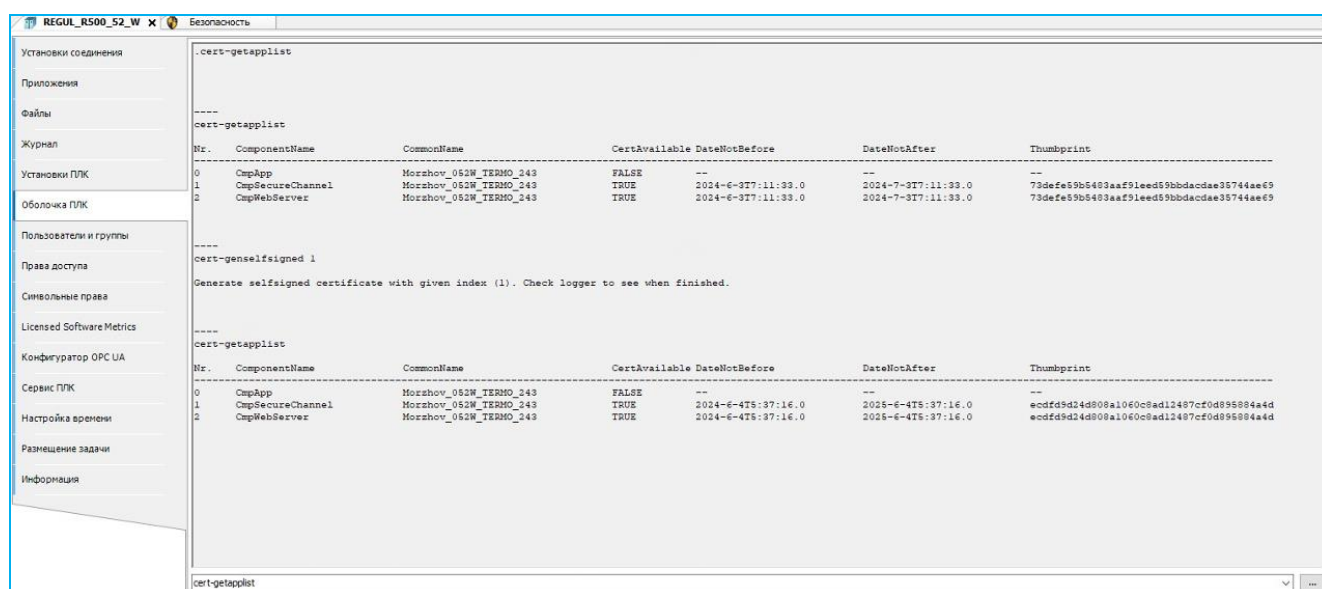

Рисунок 169 – Создание самоподписанного сертификата через **Оболочка ПЛК**
- нажмите на кнопку **NO** и создайте самоподписанный сертификат через вкладку **Оболочка ПЛК** (срок действия сертификата 365 дней). В командной строке введите команду `cert-getapplist`. Появится список всех применяемых сертификатов. Для компонента **CmpSecureChannel** введите в командной строке команду `cert-genselfsigned *` (* - укажите порядковый номер компонента в списке). Спустя несколько секунд снова введите команду `cert-getapplist` и убедитесь в создании нового сертификата (Рисунок 169);